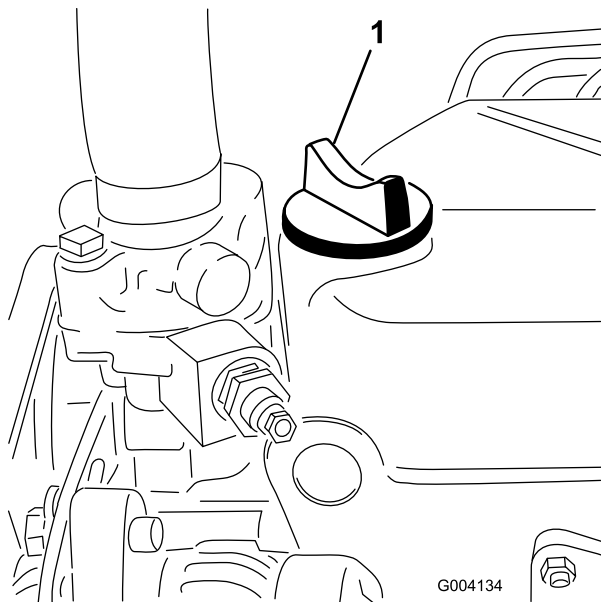

Figura 17
5. Se o nível de óleo se encontrar abaixo da marca Full (Cheio) da vareta, retire o tampão de enchimento (Figura 17) e adicione óleo até que o nível atinja a marca Full.